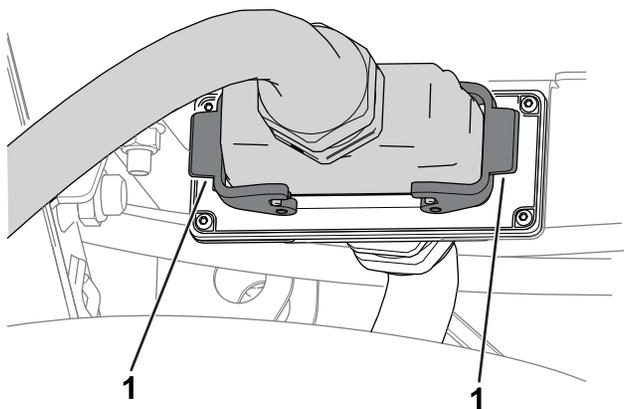

Figura 6
8. Utilice los cierres del conector de la máquina para fijar la conexión (Figura 6).